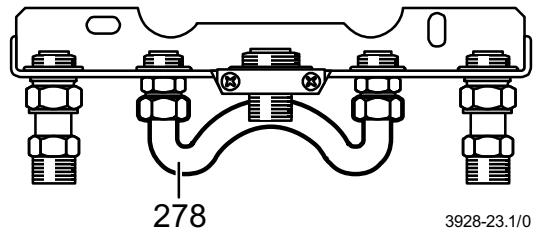

Bild 7
Wird das Gerät ohne Warmwasserspeicher betrieben, so ist der Überbrückungsbogen (278) zwischen Vor- und Rücklauf nach Bild 7 einzubauen. Der Überbrückungsbogen ist unter der Zubehör Nr. 508 (7 719 000 990) erhältlich.